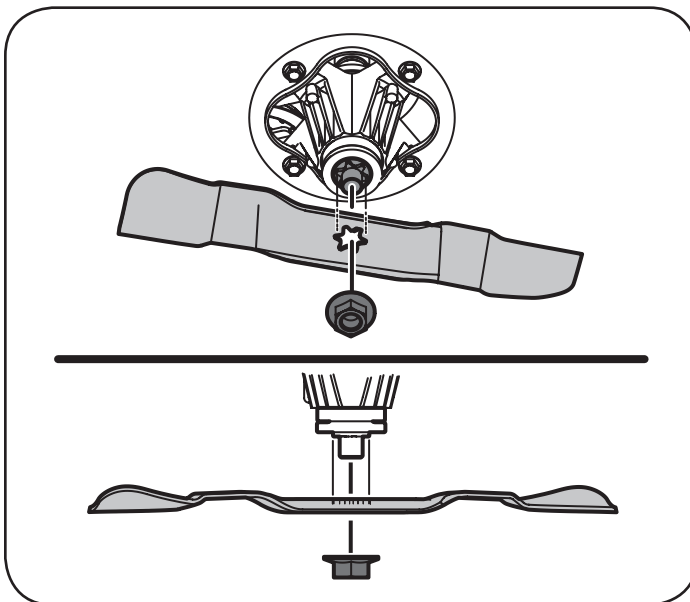

Figura 16
4. Extraiga la tuerca de brida hexagonal que asegura las cuchillas al montaje del husillo. Vea la Figura 16.